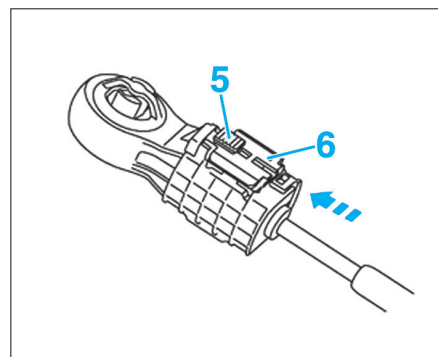

Fig. 9
- Appuyant sur la butée (5) du câble de sélection, et coulisser le dispositif de verrouillage (6) du câble de sélection dans le sens indiqué par la flèche (Fig.9).